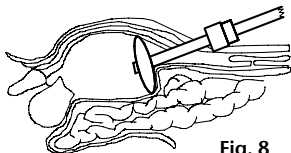

Fig. 8
5. Quindi retrarre leggermente lo strumento completo, di modo che il palloncino venga posizionato saldamente all'interno intorno all'apertura di accesso. In questa posizione, sbloccare il fermo con l'ausilio della leva di bloccaggio, farlo avanzare distalmente fino alla cute e, sempre con la leva di bloccaggio, bloccarlo nuovamente nella posizione finale (Fig. 8).